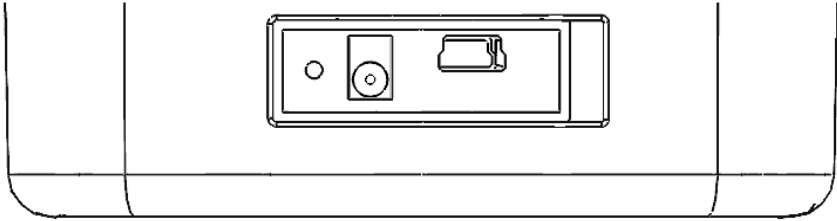

图 2
如图 2 所示，从左往右分别为：(1) 电源插座；(2) miniUSB 插座。